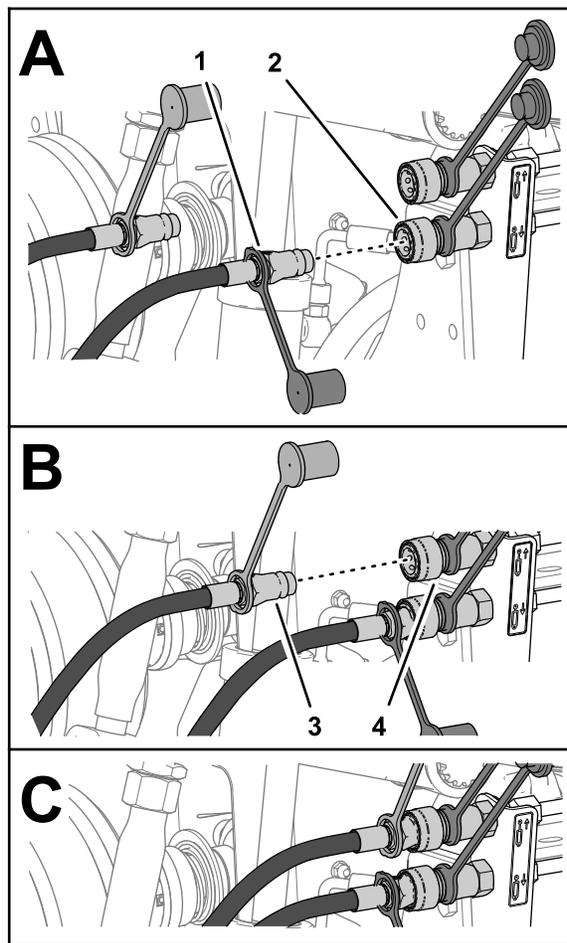

Рисунок 33
4. Подсоедините быстроразъемный штуцер шланга выдвижения цилиндра к быстроразъемному соединителю контура опускания заднего навесного оборудования (Рисунок 33).